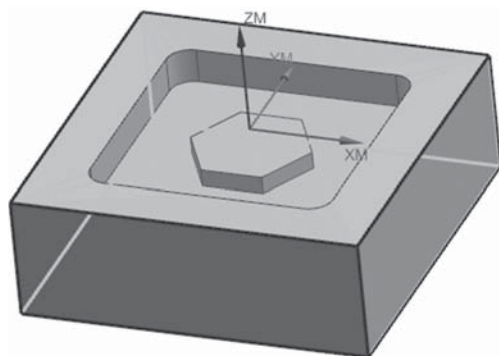

图 2-1-49 包容块
(1) 单击  MCS_MILL 图标中的“+”, 展开列表。双击  WORKPIECE 图标, 弹出“工件”对话框。
(2) 单击  (指定部件) 图标, 弹出“部件几何体”对话框, 选取加工零件作为加工最终部件, 并单击“确定”按钮返回“工件”对话框。
(3) 单击 (指定毛坯) 图标, 弹出“毛坯几何体”对话框, 单击对话框右侧的图标, 选择选项, 单击“确定”按钮返回“工件”对话框。
(4) 单击 (显示) 图标, 观察设置的部件和毛坯是否符合要求, 如图 2-1-49 所示。